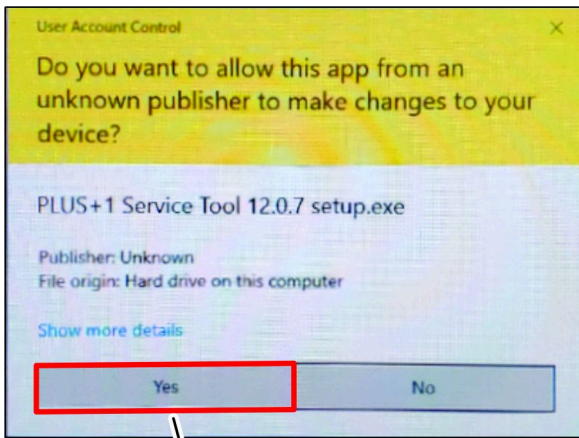

図 7
2. ユーザーアカウント制御ダイアログ ボックスが表示された場合は、はいボタン (図 7) をクリックする。